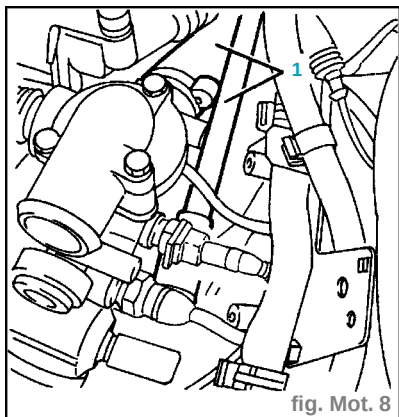

fig. Mot. 8
- Débrancher les conduits de refoulement et de retour du liquide de refroidissement au niveau du dispositif de chauffage de la climatisation (1) (fig. Mot. 8).